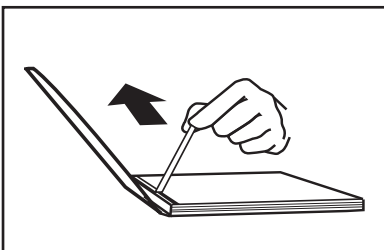

ABBILDUNG 18
9. Drehen Sie das Buch um und wiederholen Sie den Schritt 9 (siehe Abbildung 18).